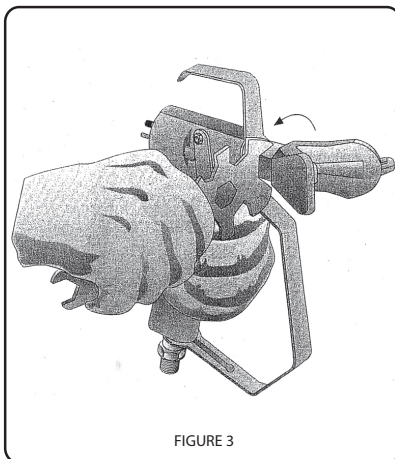

FIGURE 3
- 2 Desserrez l'écrou support de la buse (figure 3). Tournez le protecteur de la buse et placez le rainure horizontalement pour obtenir un jet horizontal ou verticalement si vous souhaitez obtenir un jet vertical.